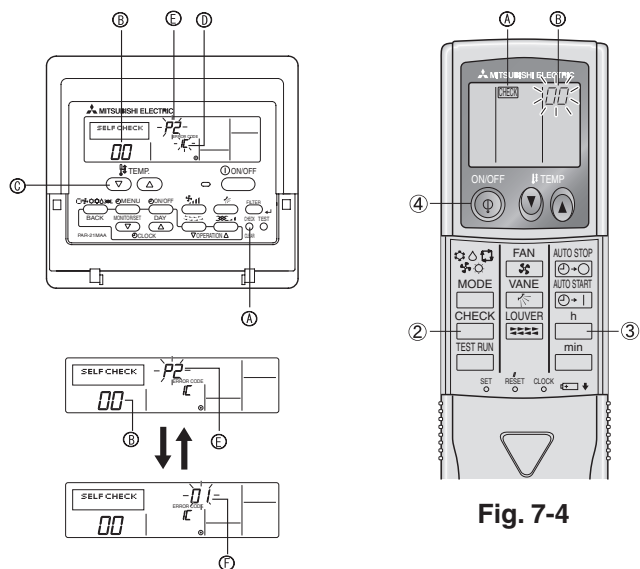

Fig. 7-3
7.3.1. Для проводного пульта дистанционного управления (Fig. 7-3)
- ① Включите питание.
- ② Дважды нажмите кнопку [CHECK].
- ③ С помощью кнопки [TEMP] установите адрес системы охлаждения (если используется системный пульт управления).
- ④ Нажмите кнопку [ON/OFF] для прекращения самопроверки.